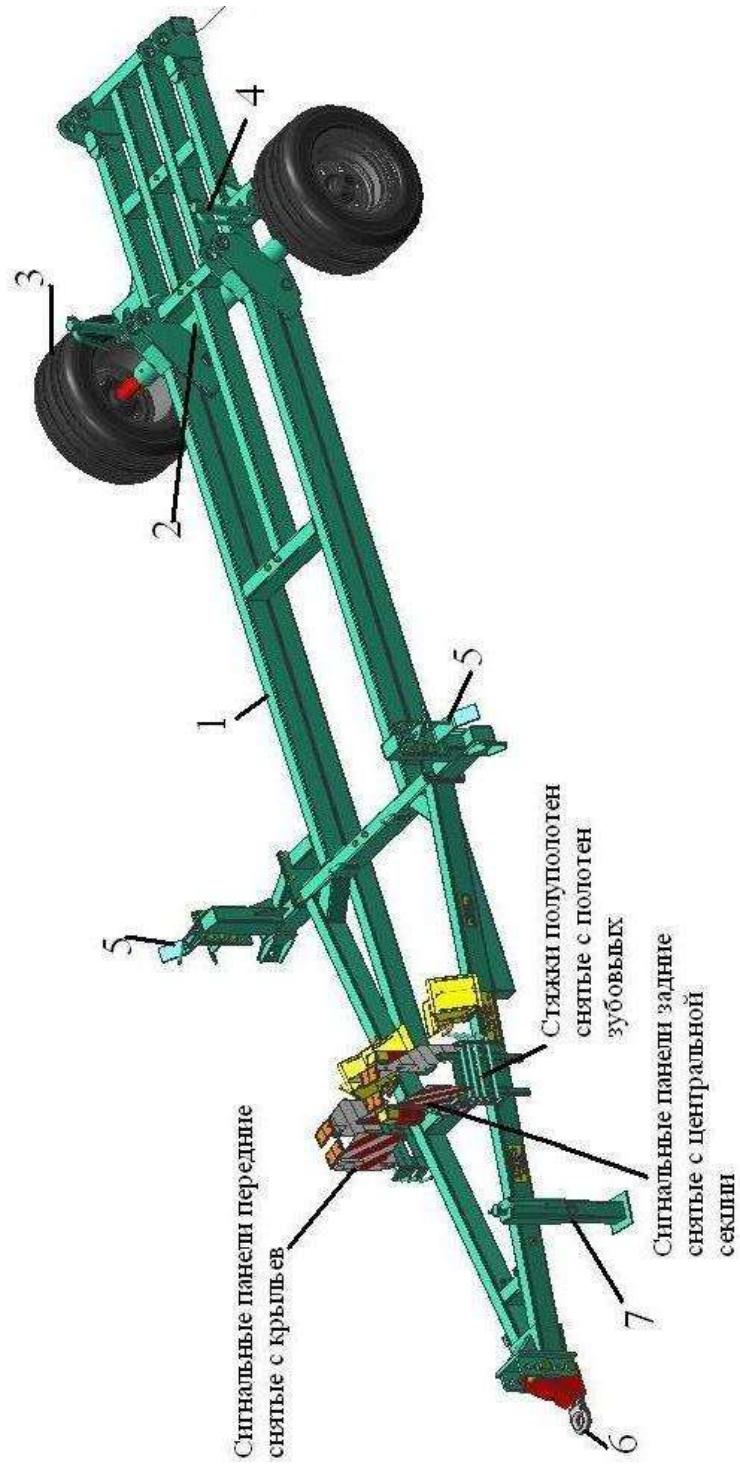

Рисунок 3 – Транспортная тележка
3.3 Транспортная тележка предназначена для передвижения бороны при транспортировке. Состоит (рисунок 3) из рамы 1, поворотной балки 2 с ходовыми колёсами 3 и регулировочными винтами 4, кронштейнов фиксации крыльев в транспортном положении 5, регулируемого по высоте прицепа 6, опора с винтовой регулировкой 7.
- соединить поворотную балку с регулировочными винтами (рис.3);
- соединить борону с трактором, переставляя прицеп на требуемое отверстие (рис. 3).
- снять передние сигнальные панели с крыльев культиватора и установить в кронштейны транспортной тележки (рисунок 3);
- снять задние сигнальные панели с центральной секции, разъединить вилку с розеткой, и установить их в кронштейны транспортной тележки (рисунок 3);